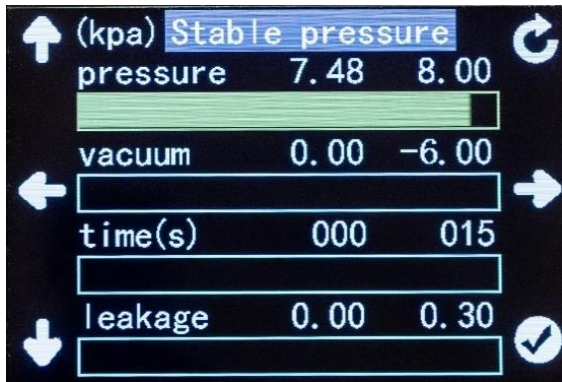
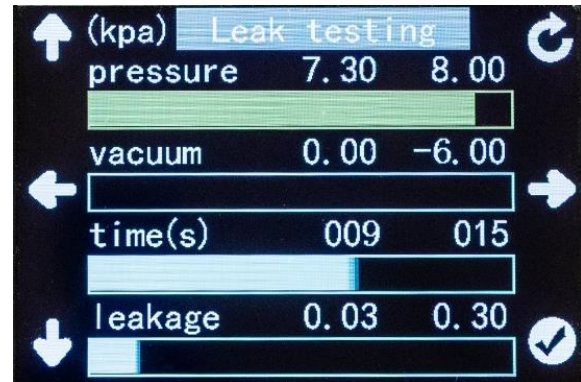

Abbildung 1
Abbildung 2
- E. Bei der Prüfung wird zunächst der Leuchtenkörper aufgeblasen oder entleert, bis der Luftdruck 90 % des eingestellten Wertes erreicht hat. Anschließend wird, wie in Abbildung 1 dargestellt, ein Druckstabilisierungstest durchgeführt, um sicherzustellen, dass der Lampenkörper unter dem eingestellten Druck stabil bleibt. Wenn der Luftdruck stabil ist, wird eine Dichtheitsprüfung durchgeführt, um die Luftdichtheit des Leuchtenkörpers zu bewerten, wie in Abbildung 2 dargestellt. Bei erfolgreichem oder fehlgeschlagenem Test wird eine Meldung angezeigt, wie in den Abbildungen 3 und 4 dargestellt. Während des Tests können Sie die Rücktaste drücken, um den Test sofort zu beenden.